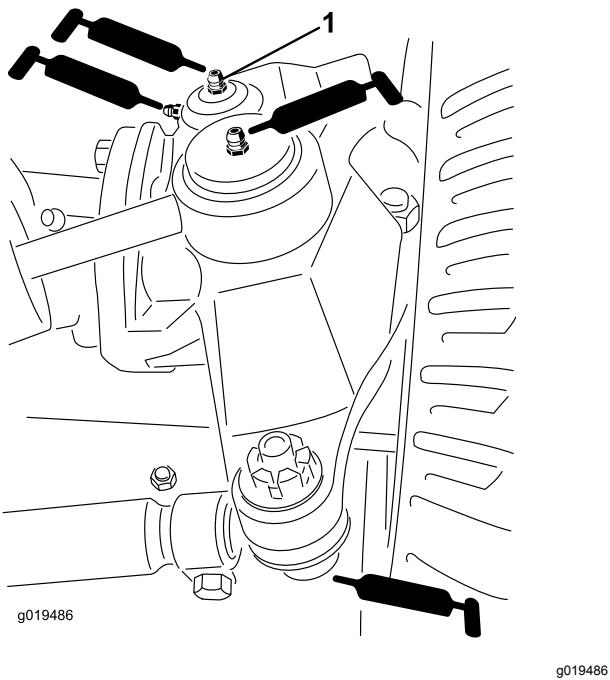

Figura 36
- Tirante (2) del ponte posteriore (Figura 36)
- Giunti sferici (2) del cilindro di sterzo (Figura 36)
- Boccole del perno del fuso a snodo (2) (Figura 36) — **Il raccordo superiore sul perno del fuso a snodo richiede soltanto una lubrificazione annuale (2 pompe).**